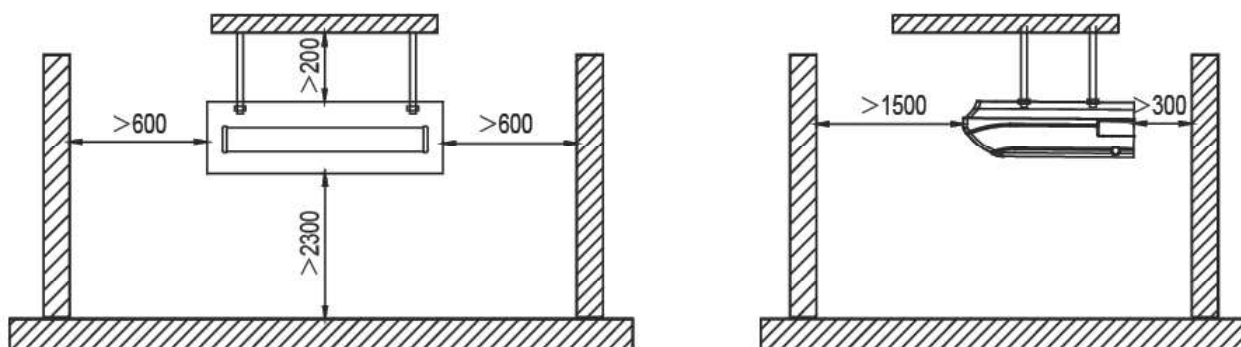

Рис. 11.17
11.5.4. На рис. 11.17 указаны минимальные допустимые расстояния от напольно-потолочного блока до ограждающих конструкций при потолочной установке.